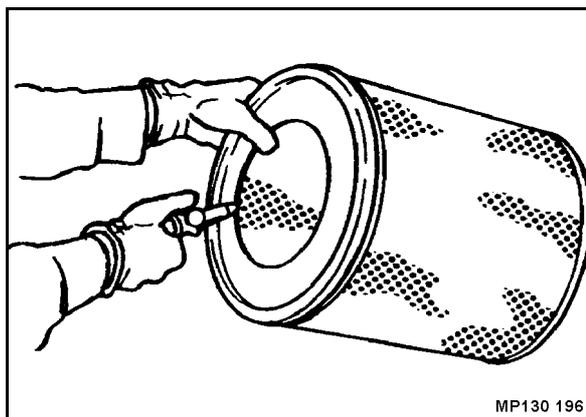

Рис. 189
- Продувать воздушный фильтр (Рис. 189) сухим сжатым воздухом (макс. 5 бар (70 фнт на кв. дюйм)), перемещая пистолет вверх и вниз, пока из фильтра не перестанет выходить пыль.